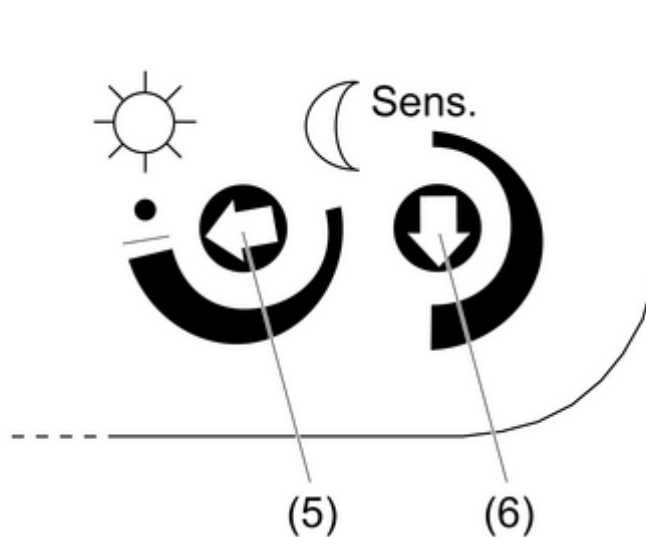

Figura 9: Regolatore sul lato posteriore
- Con il regolatore di sensibilità **Sens.** (6) impostare la sensibilità del sensore tra la sensibilità massima e minima (figura 9).
- Con il regolatore del valore nominale della luminosità (5) impostare il valore nominale della luminosità: